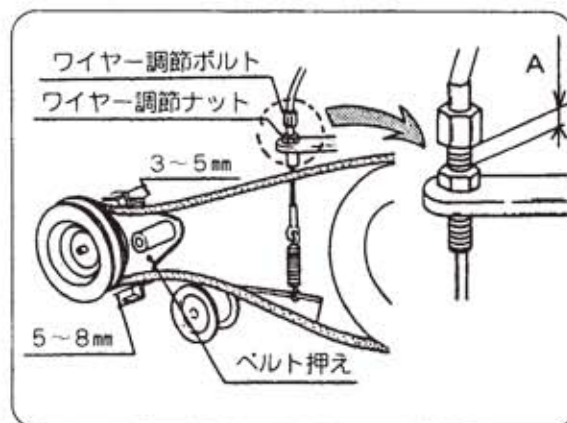

図39
- ① ワイヤ調節ナットを緩めてください。(図39)
- ② ワイヤ調節ボルトを上にしてA寸法を長くしてください。(図39)